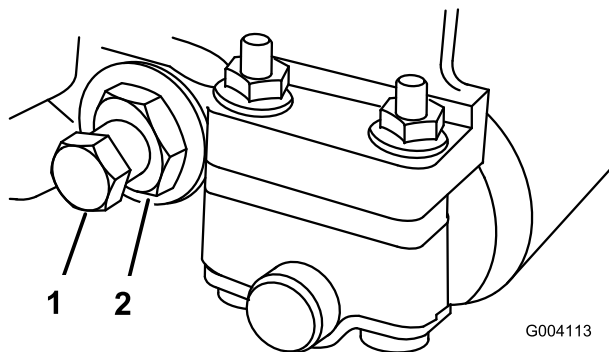

Figura 57
2. Avvitare il dado di tensionamento della molla finché la rondella non è più tesa contro la barra di appoggio (Figura 57).
3. Allentare, da ciascun lato della macchina, il controdado che fissa il bullone della barra di appoggio (Figura 57).